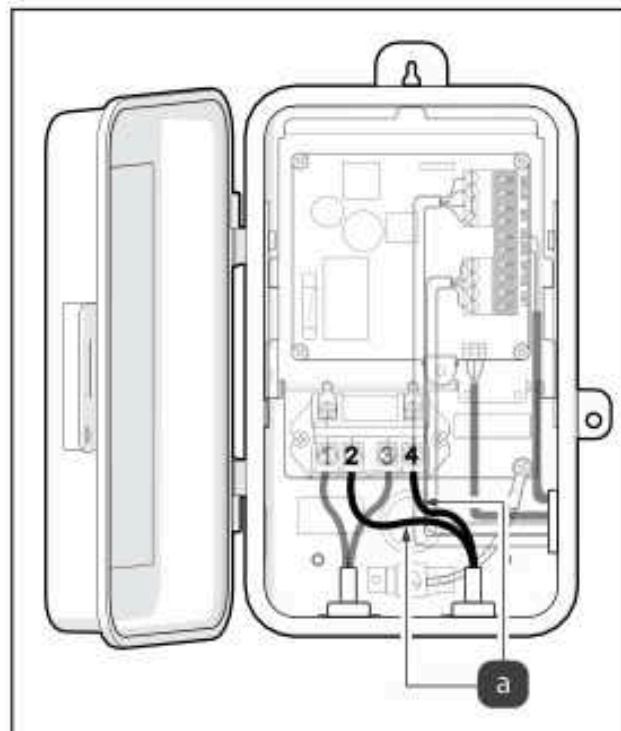

Figura 4. Conecte los cables de entrada de carga
9. Conecte una entrada de "carga" en el terminal 2 y otro en el terminal 4; consulte la Figura 4 (a).